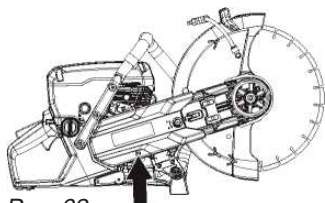

Рис. 62
- Теперь снимите задний защитный кожух ремня (рис. 62).